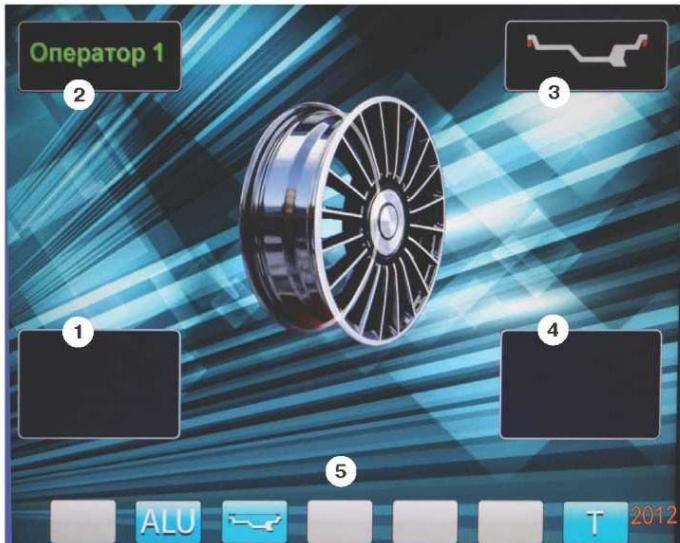

рис.8.2.
8.3. После включения питания СБ на экране монитора отображается фирменная заставка, которая через несколько секунд сменяется отображением экрана основного рабочего режима (рис. 8.2).
введения размеров колеса установился экран ввода геометрических параметров, необходимо перейти в экран основного рабочего режима нажатием кнопки «STOP». Для выбора нужной схемы нажмите кнопку верхнего ряда клавиатуры с соответствующим номером. Выбранная схема установки грузов отображается в окне 3 экрана основного рабочего режима (рис. 8.2).
12.2 При включении СБ программа измерения дисбаланса настраивается таким образом, что дисбаланс менее 5г (заводская установка) на любой плоскости коррекции не показывается, в этом случае в окнах 1 и 4 (рис. 8.2)